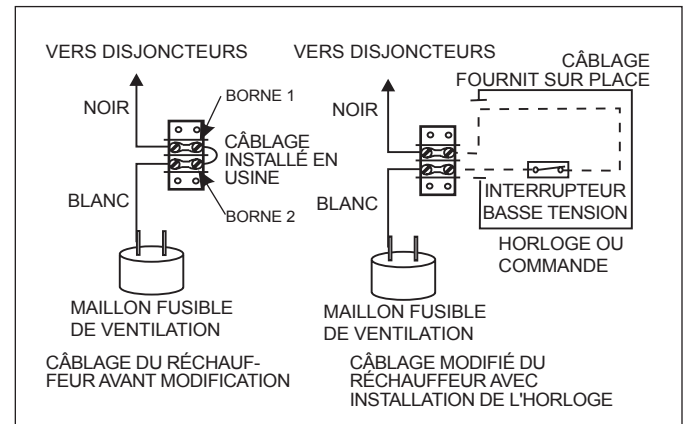

Figure 15. Interrupteur de pompier ou raccordement du régulateur
Pour installer un interrupteur auxiliaire de minuterie dans le câblage du réchauffeur (figure 15) :
2. Ôter le câble installé en usine entre la borne 1 et 2 sur la plaque à borne. Voir figure 15.